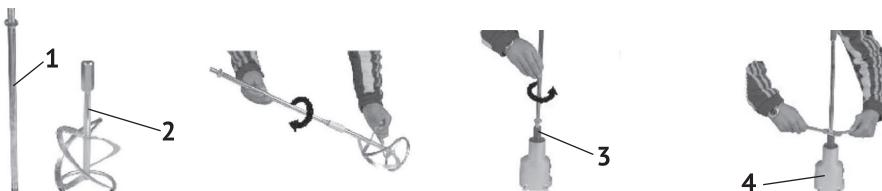

рис.2
2.2.1 Установка смесительной насадки: свинтить удлинитель (рис.2 поз.1) с насадкой (рис.2 поз.2); вкрутить удлинитель в шпиндель (рис.2 поз.3), используя два ключа из комплекта поставки (одним ключом удерживать шпиндель, вторым закручивать удлинитель).